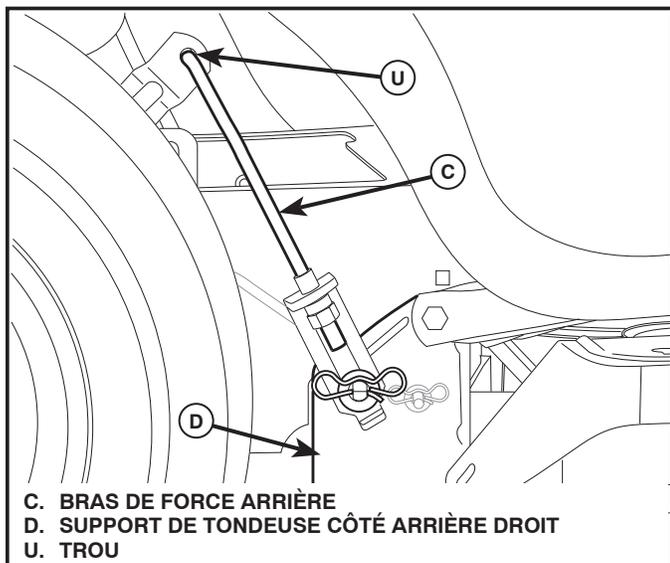

Fig. 31
## 7. ATTACHER LES BRAS DE FORCE ARRIÈRE (C) (Voir la Fig. 31)
- Insérer l'extrémité de la tige du bras de force arrière (C) dans le trou (U) du bras de suspension d'arbre et pivoter le bras vers le bas de la tondeuse.
- Lever le coin arrière de la tondeuse et placer la fente dans le bras sur la goupille sur le support arrière de la tondeuse (D) et fixer avec une grande rondelle et un grand ressort de retenue.